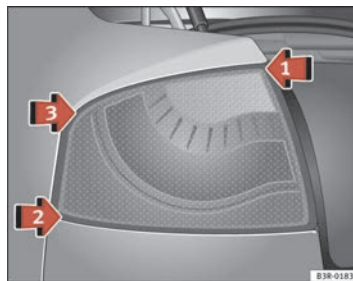
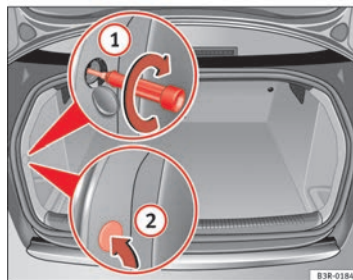

Abb. 217 Heckleuchte einbauen
Abb. 218 Gepäckraum: Lage der Befestigungsschraube für Heckleuchte ►
- Die Heckleuchte zuerst bei ⇒ Seite 286, Abb. 217 Pfeil ① an den Heckleuchtenträger einsetzen.
- Drücken Sie die Heckleuchte in der Reihenfolge ② und ③ leicht an den Heckleuchtenträger, bis die Clips fest in den Gummilagern sitzen.
- Leicht auf die Oberseite der Heckleuchte drücken und diese mit dem Schraubendreher vom Gepäckraum aus ⇒ Seite 286, Abb. 218 ① befestigen.
- Die Abdeckung der Innenverkleidung ② wieder einsetzen.